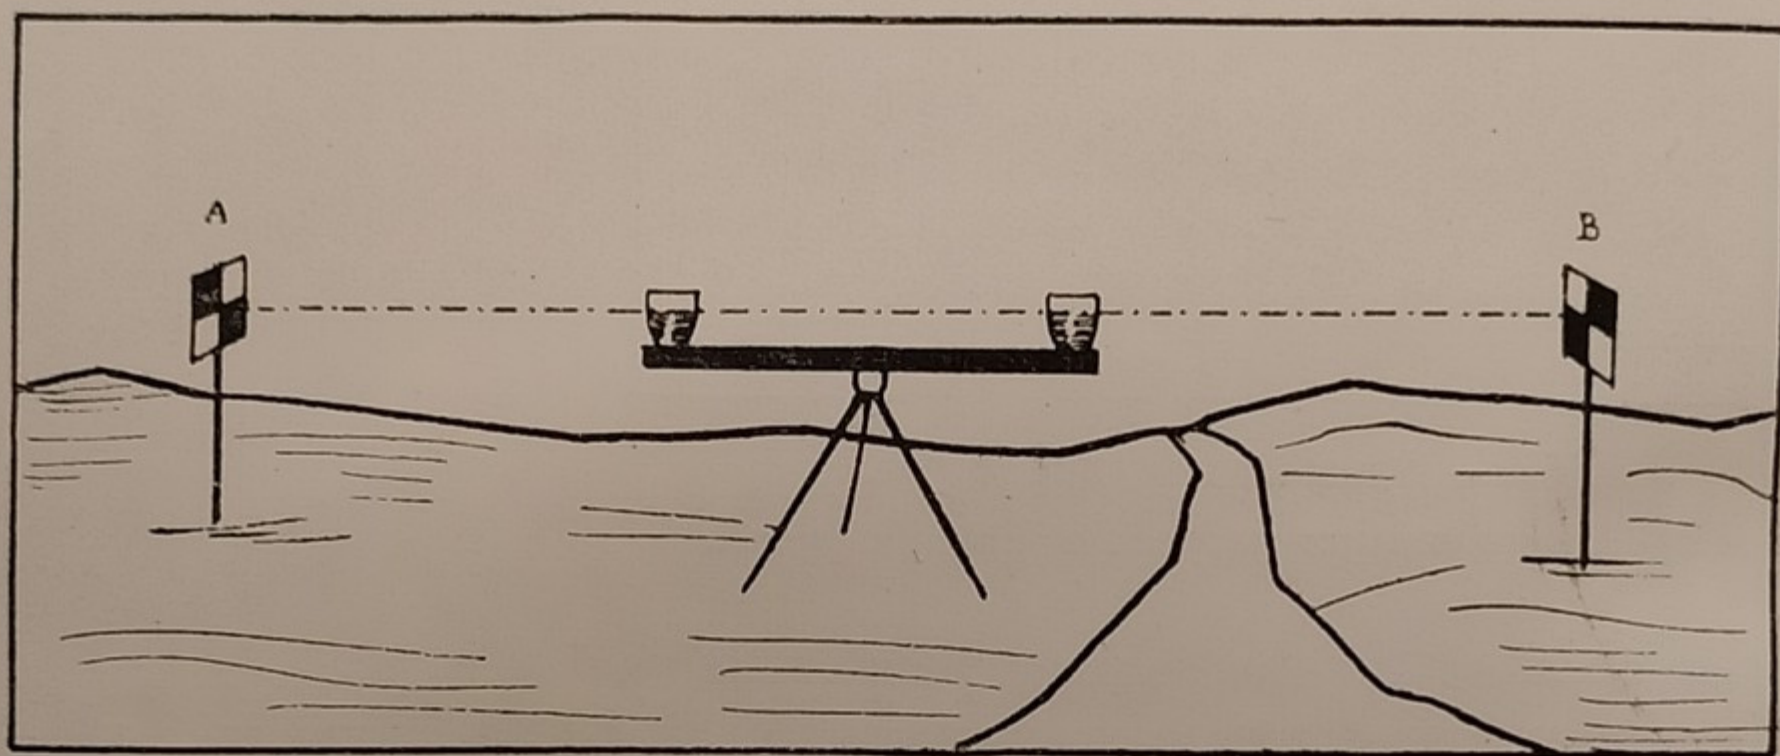

Fig. 55. — LIVELLA AD ACQUA E SUO IMPIEGO.
48. Livella ad acqua. — La linea retta che sfiora i punti della superficie libera di un liquido in riposo contenuto in un recipiente od in due vasi comunicanti è perfettamente orizzontale. Volendo sistemare un terreno accidentato, cioè ridurlo orizzontale o meglio leggermente inclinato per permettere lo scolo delle acque piovane, si fissano sul terreno dei punti allo stesso livello, traguardandoli attraverso una livella ad acqua (fig. 55). A questi punti si riferisce poi l'ingegnere per eseguire gli scavi o le colmate necessarie.